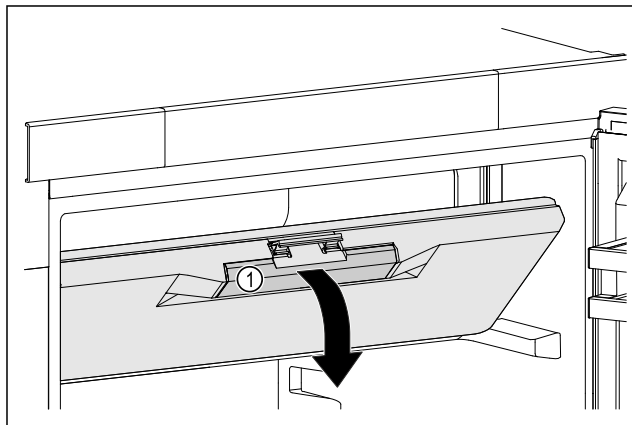

Fig. 23
- ▶ Tag fat i frostbokslågen i de forsænkede greb Fig. 23 (1).